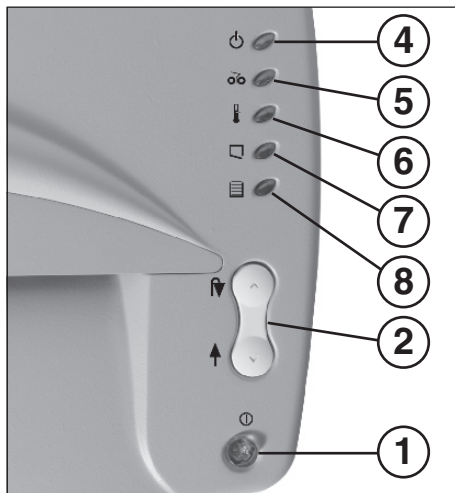

Fig. 1
„Disponibilidad de servicio“ (fig. 1)
- 2 = Conmutador basculante (fig. 1)**
„Atasco de material“ (fig. 1)
„Sobrecarga del motor“ (fig. 1)
„Puerta abierta“ (Fig. 1)
„Recipiente lleno“ (fig. 1)
- Poner en marcha la máquina pulsando el pulsador (1) (fig. 1). La indicación de control (4) (fig. 1) se enciende.
Nota: Para la destrucción de láminas transparentes se tiene que conmutar la máquina manualmente a la marcha de avance (conmutar el conmutador basculante (1) (fig. 1) a la posición „↑“).
Una vez lleno el recipiente de recogida, se desconecta la máquina. La indicación de control (8) (fig. 1) se enciende.
- Abrir puerta. La indicación de control (7) (fig. 1) se enciende.
- Introducir el saco vacío y cerrar la puerta. El indicador de control (7) (Fig. 1) se apaga.